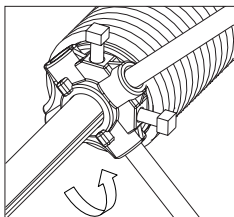

Рис. 41
- установить вороток в гнездо натяжного наконечника, находящееся внизу (рис. 41);